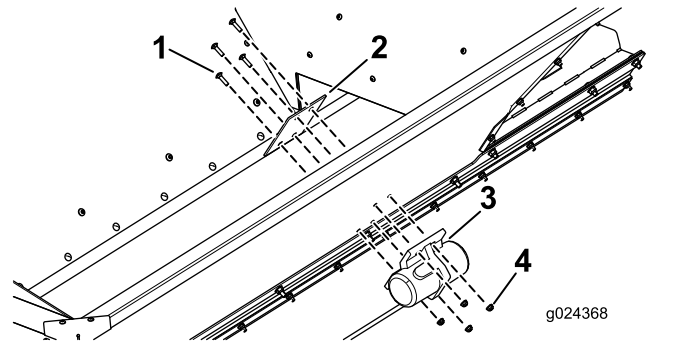

图13
2. 如 图13 所示用 4 个托架螺栓和 4 个螺母将安装板和振动器固定到工作车上。